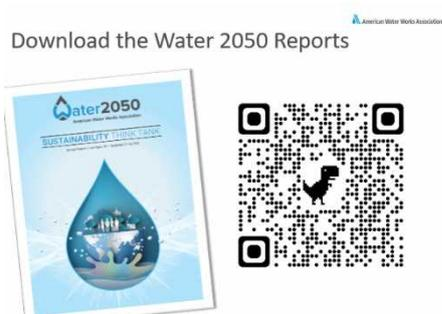

図 5 Water2050 レポートの QR コード
- ・ 図 5 Day 3.1 AWWA Overview of Water 2050 for JWWA Chi Ho Sham.pptx 42 ページ